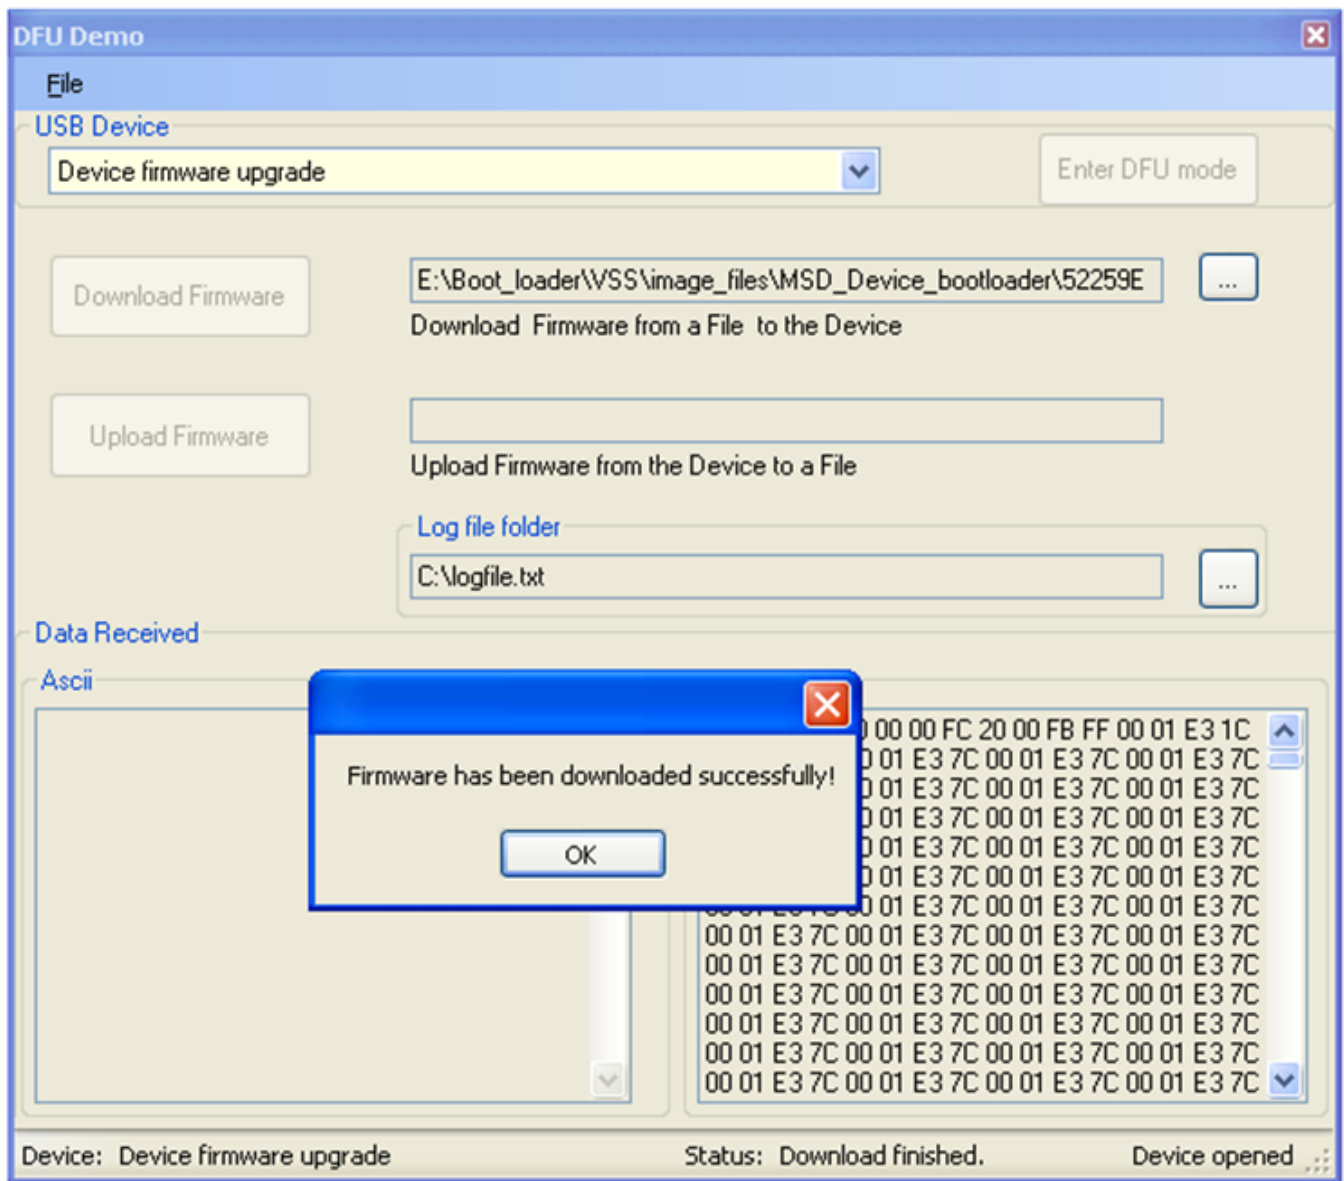

图 21. 下载已完成
1. 此时，必须已完成驱动程序安装。使用 USB DFU PC 应用程序，选择要下载至设备的固件映像文件，如图 21所示。编译应用程序中生成的文件可用于此步骤。